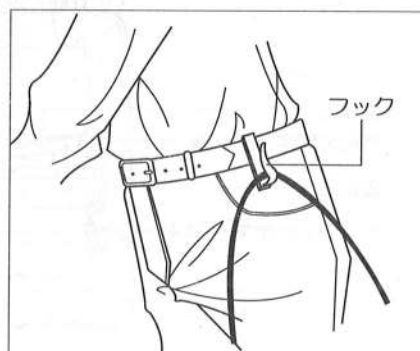

図4
- 電源コードをフックにかけてご使用ください。足もとのコードを気にすることなく作業できます。(図4参照)